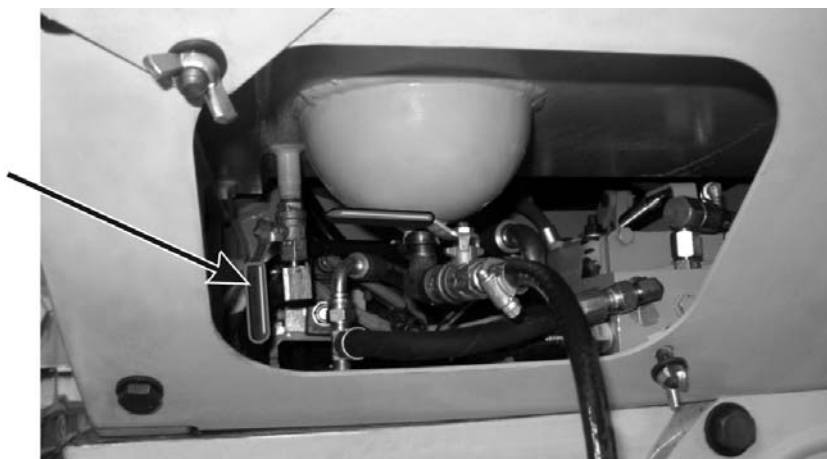

Рис. 5.19. Запорный кран топливного бака
1. Закрывать запорный кран топливного бака, расположенный под топливным баком (Рис. 5.19).